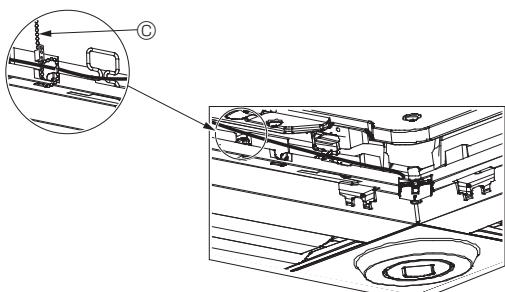

Fig. 10-12
- Zeker de bedrading van de i-See-sensor en signaalontvanger op het paneel met de clip zoals aangegeven in de tekening, zodat er geen speling in de bedrading zit en snij vervolgens het overtollige eind van de clip af. (Fig. 10-12)
- Als de positie van de i-See-sensor is gewijzigd van de positie “○” (E) naar de positie “□” (F), wijzig dan de functie-instellingen. (Zie pagina 62.)